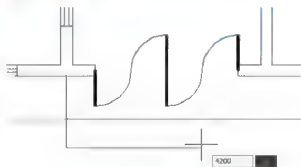

图 2.102 光标向右拖动并输入“4200”
⑥ 在指定下一个点或[圆弧(A)/半宽(H)/长度(L)/放弃(U)/宽度(W)],提示下,将光标水平向右拖动,输入“4200”后按 Enter 键,如图 2.102 所示。